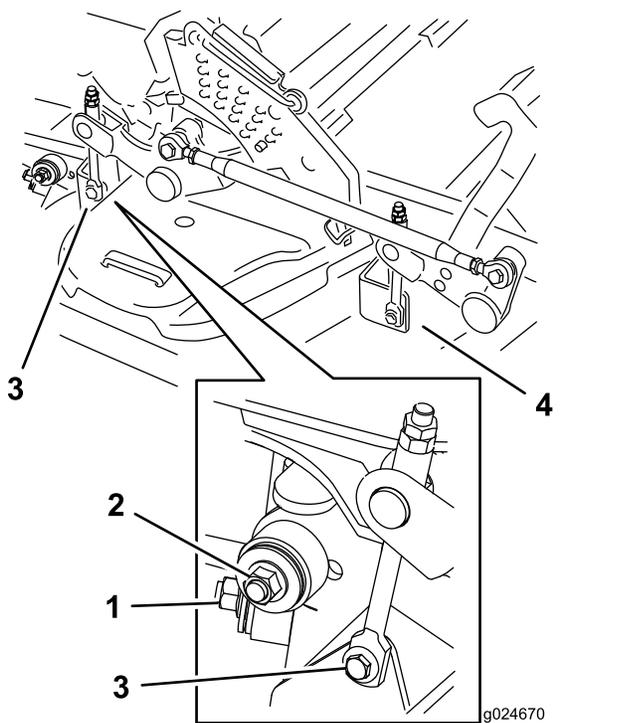

Рисунок 120
7. Снимите и сохраните крепежные детали с обеих сторон деки, как показано на Рисунок 120.